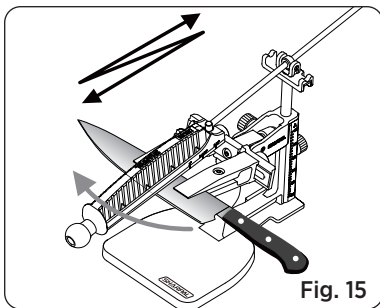

Fig. 15
2. Oefen lichte druk uit met lange, gelijkmatige bewegingen, beginnend bij de hiel van het lemmet. Beweeg de schuurplaat heen en weer langs het snijvlak richting de punt van het lemmet. (Zie Fig. 15)